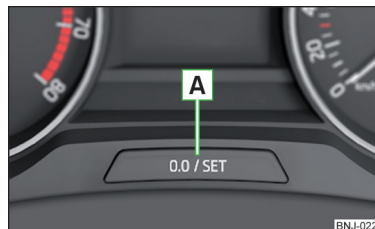

Bild 33
- Tryck knappen **A** » bild 33 och håll den intryckt tills menypunkten **Service** visas på displayen.